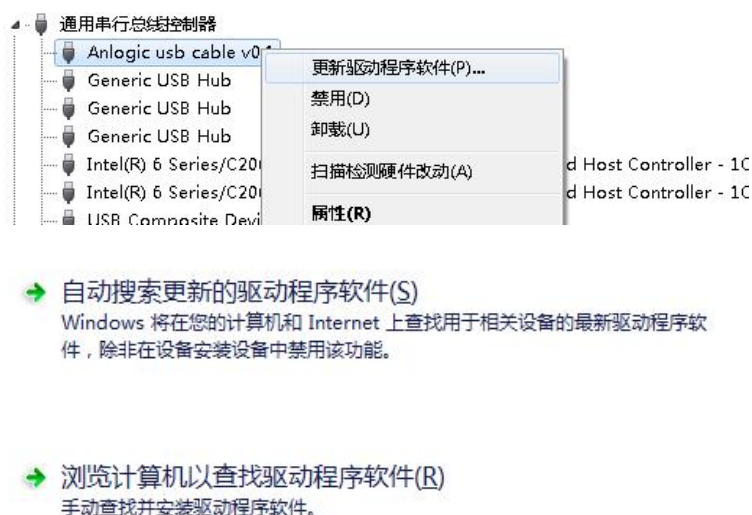

图 2 浏览计算机以查找驱动程序软件
2. 开发板通过 micro USB(安卓)线连到电脑, 右键 “计算机->设备管理器”, 在弹出的新设备中点右键选择“更新驱动程序软件”, 在弹出的选项中点击下图 2 “浏览计算机以查找驱动程序软件”